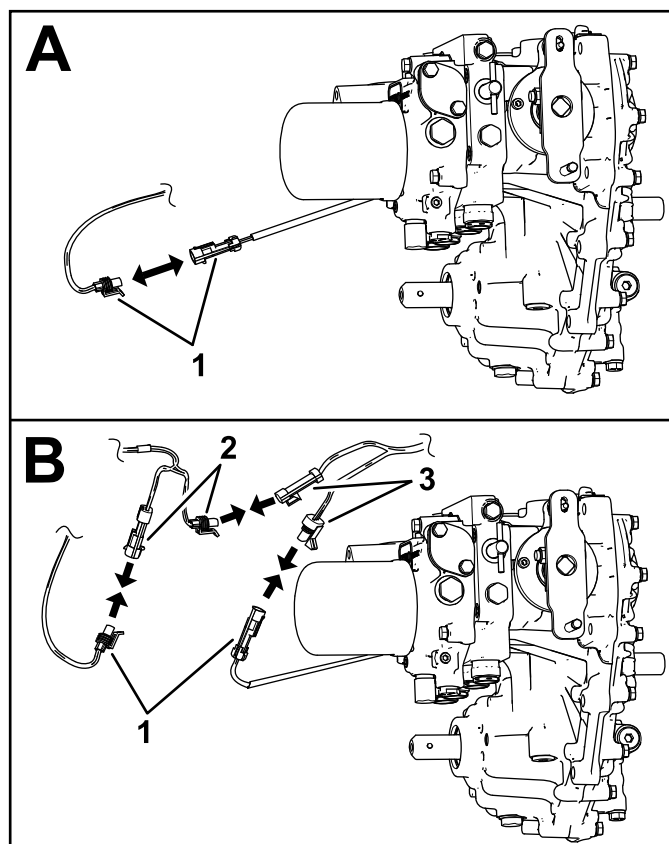
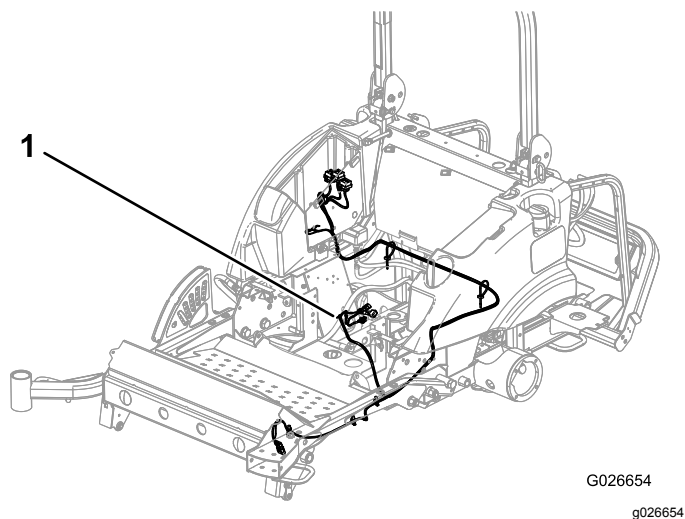

Bild 23
Bild 24
4. Ziehen Sie die Anschlüsse vorne am Getriebe in der Nähe des Ölfilters ab (Bild 23).
5. Verlegen Sie den Mähwerk-Kabelbaum zum Getriebe (Bild 24) und stecken Sie den Mähwerk-Kabelbaum und den Kabelbaum der Hubverzögerung in die Getriebestecker ein, siehe B in Bild 23.